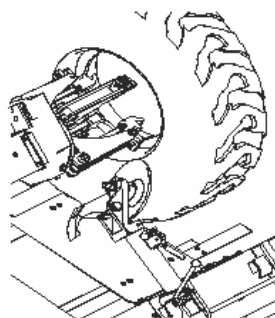

Рисунок 8
6.2.7 Повторите вышеописанные операции, чтобы отделить от обода другой борт покрышки (см. Рис. 8).